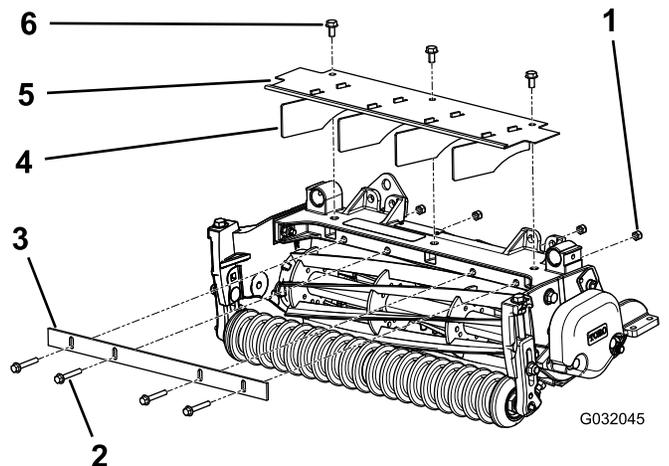

Bild 6
1. Befestigen Sie die Schnittleiste mit vier Schrauben (1/4" x 1-3/4") und vier Sicherungsmuttern (1/4") lose am Rahmen der Schneideinheit (Bild 6).
3. Ziehen Sie die Schrauben und Sicherungsmuttern an (Bild 6).
1. Entfernen Sie die drei Bundkopfschrauben, mit denen das Grasschutzblech am Rahmen der Schneideinheit befestigt ist (Bild 6).